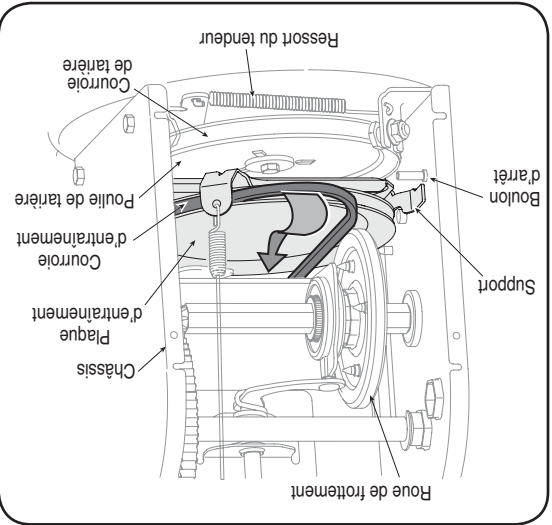

Figure 6-10
6. Dégagez la courroie de transmission de la poulie et de l'espace entre la roue de frottement et le disque d'entraînement. Voir la Figure 6-10.